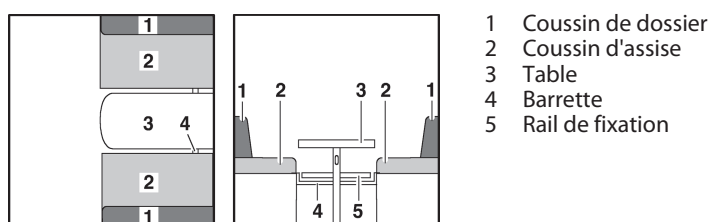

Fig. 117 Avant la transformation
- Convertir la table (Fig. 117,3) en sommier de lit (voir paragraphe 7.8).
- Insérer la barrette (Fig. 117,4) ou tirer vers l'intérieur suivant le modèle. La barrette est positionnée correctement si elle maintient le plateau de table environ 15 - 20 cm derrière le pied de table.